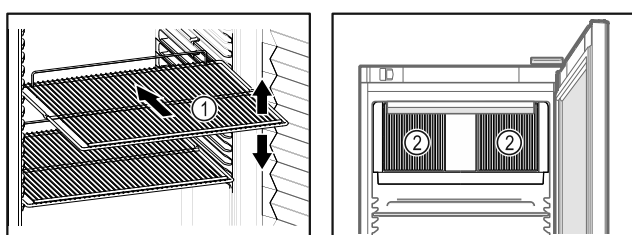

Fig. 40 Ilustratīvs attēlojums Fig. 41
- Ja novietošanas režīji Fig. 40 (1) ir novirzāmi, pielāgojiet tos pēc augstuma.